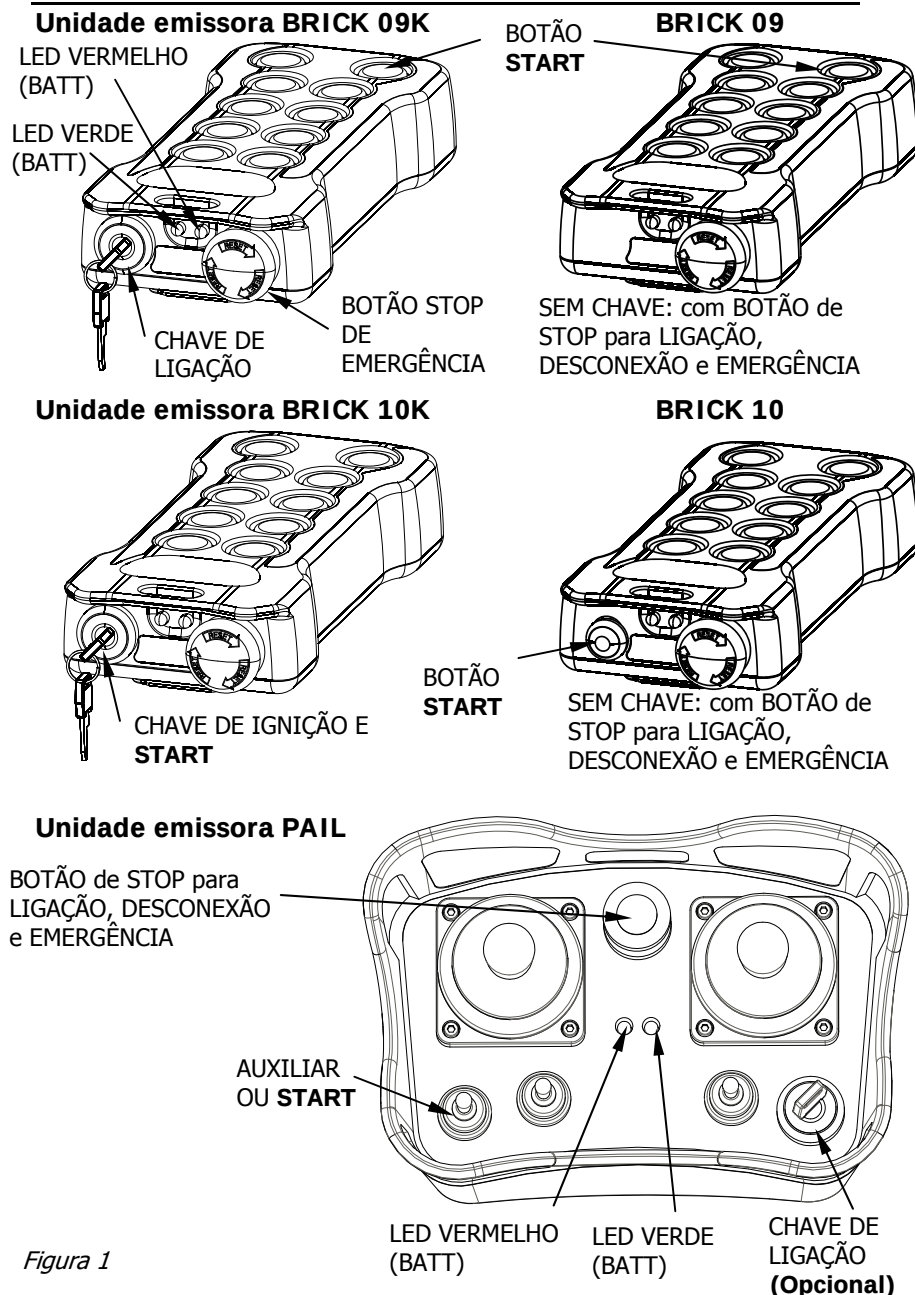

Figura 1
Modelo com a chave: girar a chave no sentido dos ponteiros do relógio por ¼ de volta. Modelo sem a chave: rodar e desligar o botão a cogumelo de Stop. Verificar o sinal intermitente (um só) do led verde (ON) que indica a ligação da unidade (ver Figura 1).